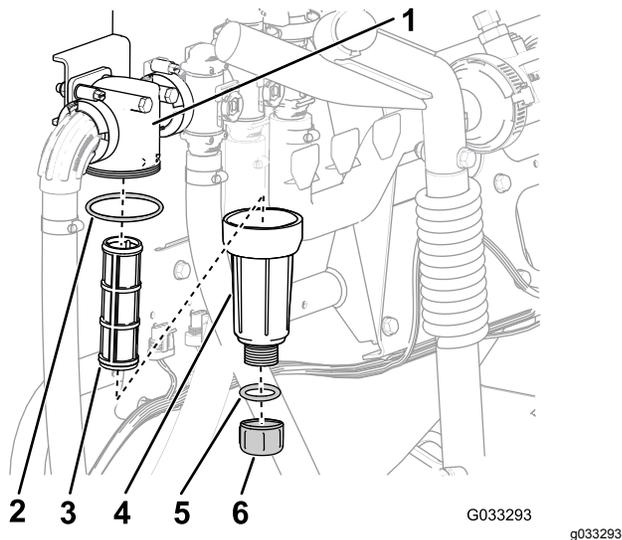

图15
2. 在压力式滤清器下放置一个排放盘图15。
3. 逆时针旋转排油盖然后将其从压力式滤清器的油碗中取出图15。
4. 逆时针旋转油碗然后拆下滤清器头图15。
5. 拆下压力式滤清器的滤芯图15。
7. 检查排油塞的垫片在油碗内侧和油碗的垫片在滤清器头内侧是否有磨损和损坏图15。
8. 将压力式滤清器滤芯安装到滤清器头中图15。
9. 将油碗安装到滤头上并用手紧固图15。
10. 将排油盖安装到油碗底部的接头上然后用手拧紧排油盖图15。